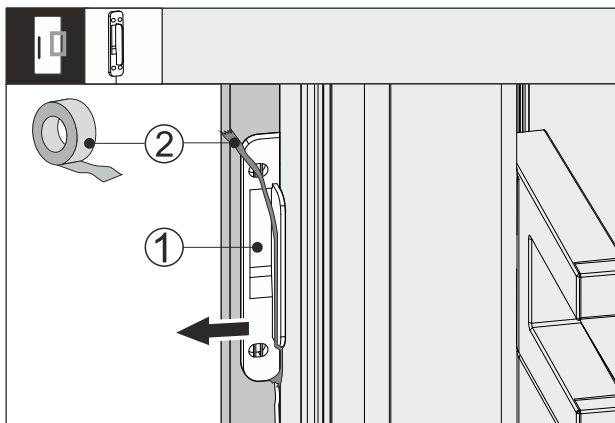

Fig. 64
- ▶ Aflojar la cinta adhesiva Fig. 64 (2) del sensor de golpes Fig. 64 (1).